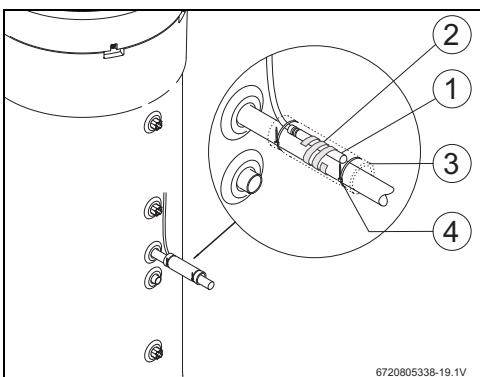

Fig. 8
- Colocar o sensor NTC do acessório [1] conforme indicado na Fig. 8.